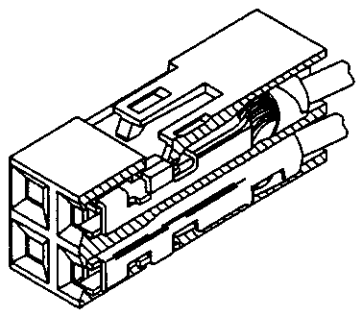

FIGURE 1
1. TO LATCH TERMINAL PUSH AS SHOWN IN FIGURE 1, BE SURE THAT LATCH SNAPS DOWN.